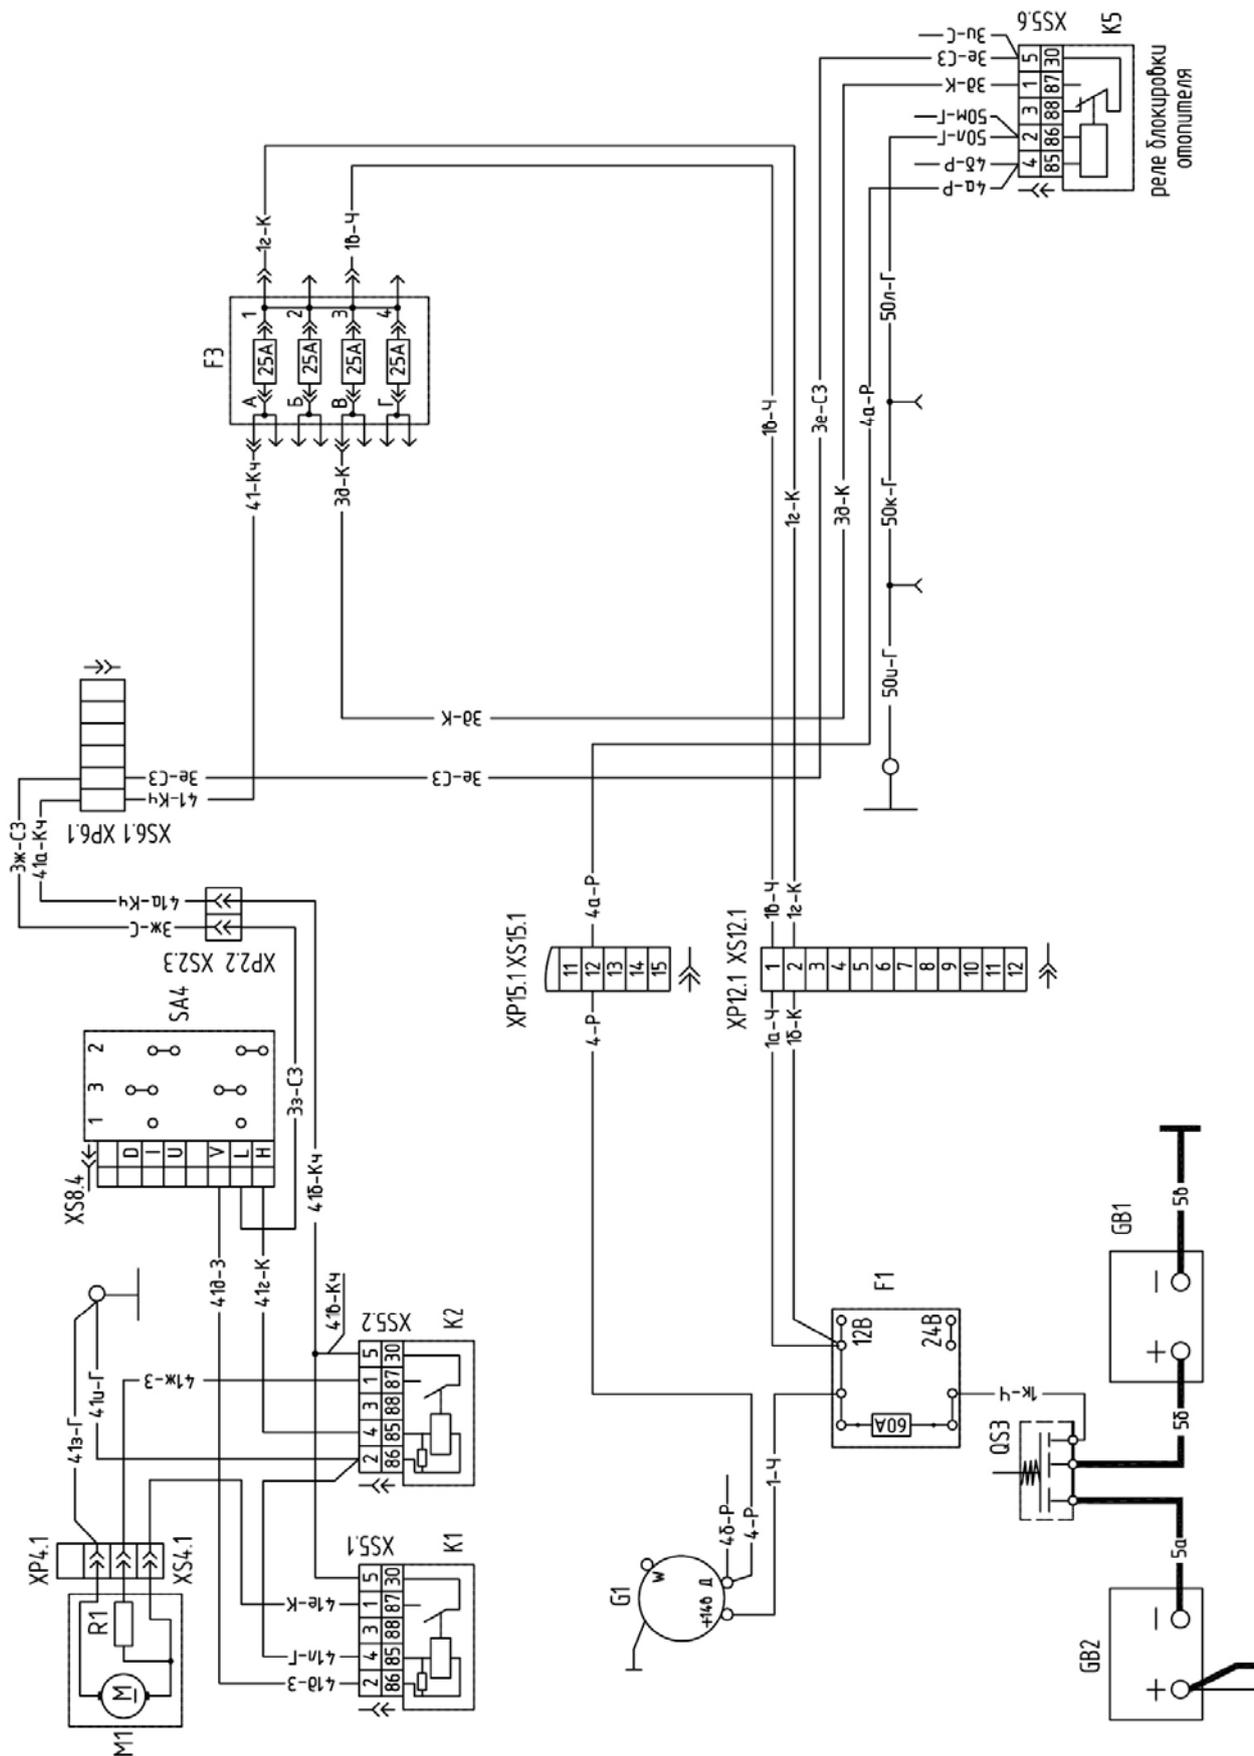

Рис. 12-10 Схема включения отопителя (с вентилятором ЭВИ12-1 02)
12.10 Возможные неисправности электрооборудования отопителя (с вентилятором ЭВИ12-1 02), их устранение (рис. 12-10)
- Проверьте наличие «массы» на электродвигателе отопителя (М1) (см. рис. 12-10)